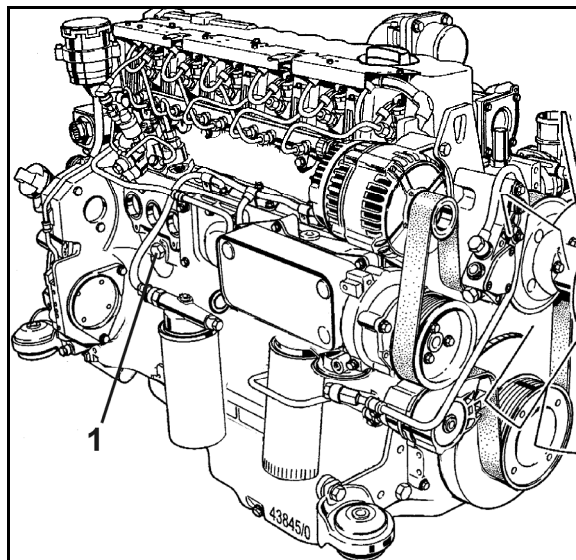

Fig. 144
1. Stil en opsamlingskål under lukkeskruen (Fig. 144/1).